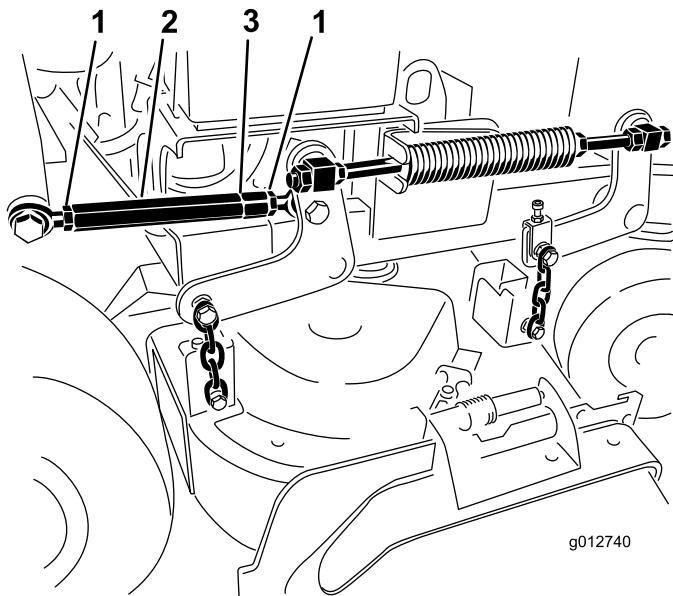

Figura 88
7. Afloje las contratueras en ambos extremos del tensor (Figura 88).
Nota: El extremo del tensor que tiene la muesca mecanizada tiene rosca a izquierdas (Figura 88).